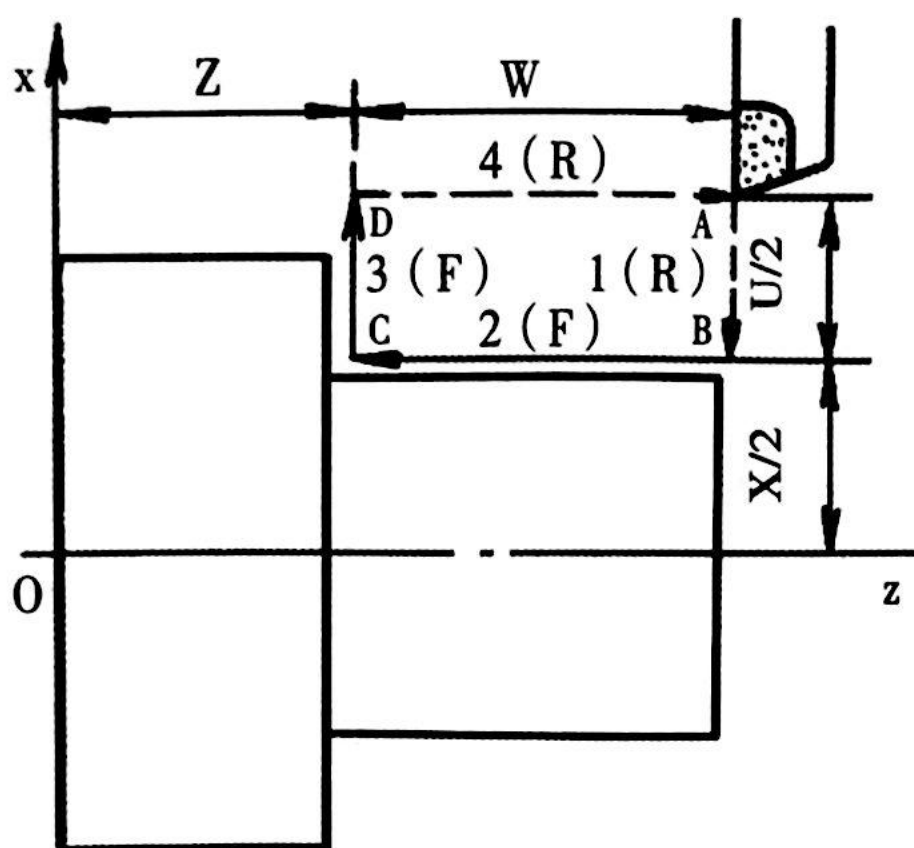

图 2-30 习题图
1. 仔细读图2-30，选择关于车削循环指令G90指令，描述正确的选项有（ ）。
- A. 编程格式为“G94 X(U) _ Z(W) _ F_；”，其中X、Z——切削终点绝对坐标